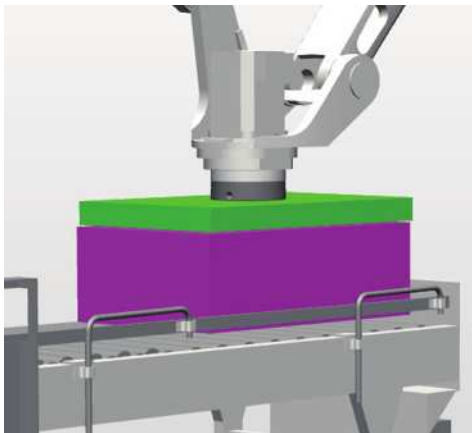

图 5 拾取点示教示意图
(1) pPick 示教：在基本选项卡下布局窗口，将物品移动到传送带末端，通过移动机器人，工具位置如图 5 所示，选中“编辑”菜单，单击“修改位置”，这样 pick 目标点示教。